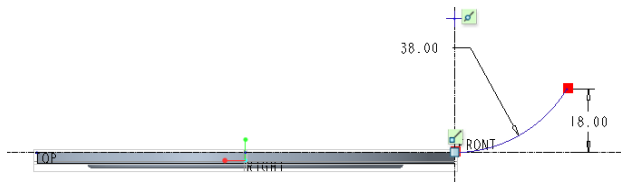

图 10-21 绘制扫描剖面
⑥ 在“扫描”选项卡中单击“创建或编辑扫描剖面”按钮，进入草绘器。
⑦ 绘制图 10-21 所示的扫描剖面。